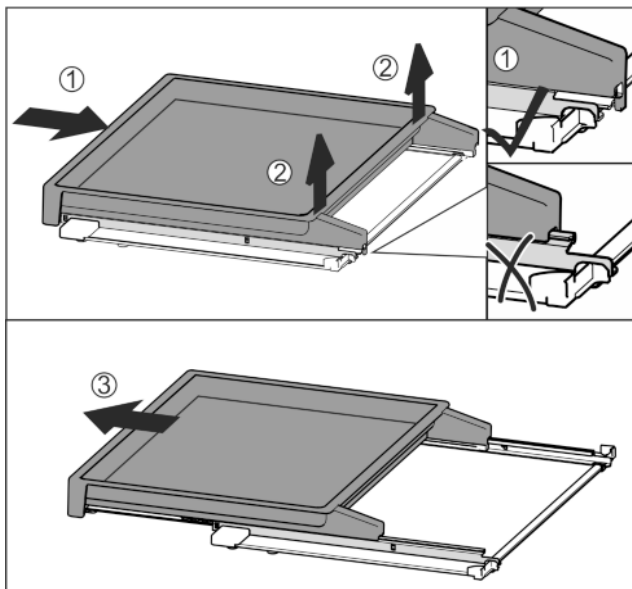

Fig. 38
- ▶ Vysouvací přihrádku zcela zasuňte Fig. 38 (1).
- ▶ Uvolněte západku na zadní straně Fig. 38 (2).
- ▶ Vysouvací přihrádku vyjměte směrem dopředu Fig. 38 (3).